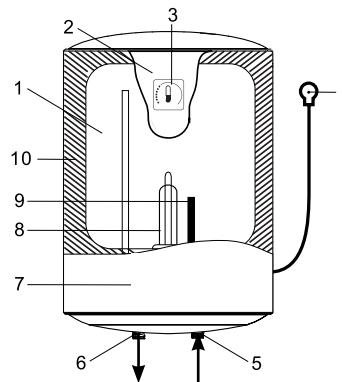

Рис. 4
3. Поверните ручку термостата (см. рис. 4,5) по часовой стрелке и установите желаемую температуру нагрева воды. Температуру нагрева воды можно установить в диапазоне от +35°C (±5°C) (положение ручки термостата «MIN») до +70°C (±5°C) (крайнее правое положение ручки термостата «MAX»).